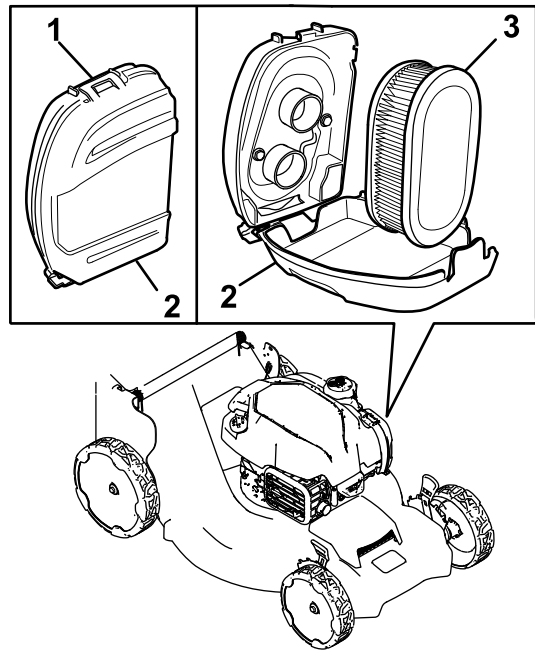

Bild 23
1. Lösen Sie das Oberteil der Luftfilterabdeckung (Bild 23).
2. Entfernen Sie den Luftfilter (Bild 23).